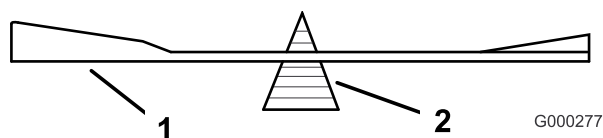

Figura 58
2. Verifique el equilibrio de la cuchilla colocándola sobre un equilibrador de cuchillas (Figura 58). Si la cuchilla se mantiene horizontal, está equilibrada y puede utilizarse. Si la cuchilla no está equilibrada,
rebaje algo el metal en la parte de la vela solamente (Figura 58). Repita este procedimiento hasta que la cuchilla esté equilibrada.